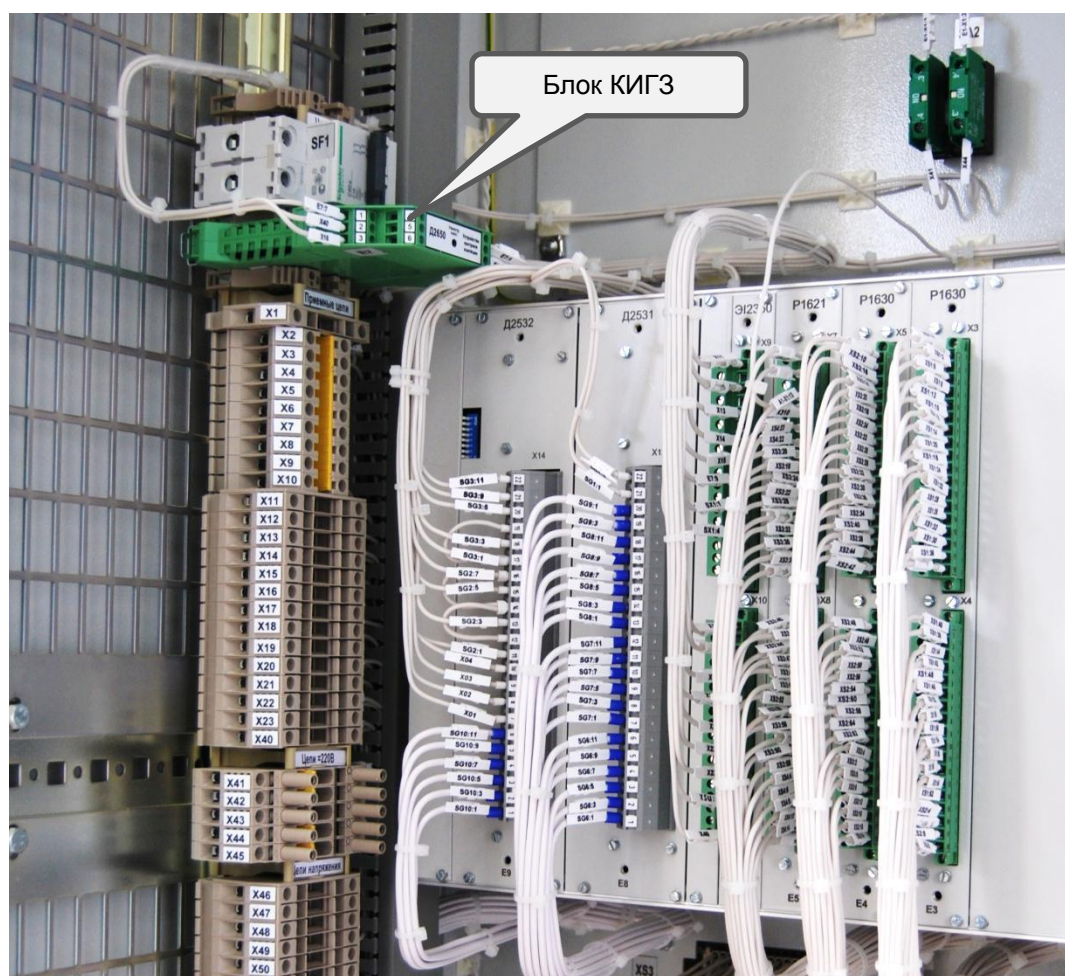

Рисунок 25 – Расположение блока КИГЗ
5.2.1 Конструктивно блоки КИГЗ типов Д265Х(А), Д310Х(А) представляют собой однокорпусное устройство в пластиковом корпусе ME 17 UT/FE для установки на DIN рейку (см. рисунок 25).
5.2.2 При замене неисправного блока КИГЗ (см. рисунок 25) следует руководствоваться таблицей допустимых замен (таблица 16).
5.3.1 Конструктивно модули релейные типов Э255Х(А), Э3111(А) представляют собой одноблочное устройство в пластиковом корпусе ME 17 UT/FE для установки на DIN рейку (аналогично блоку КИГЗ – рисунок 25).